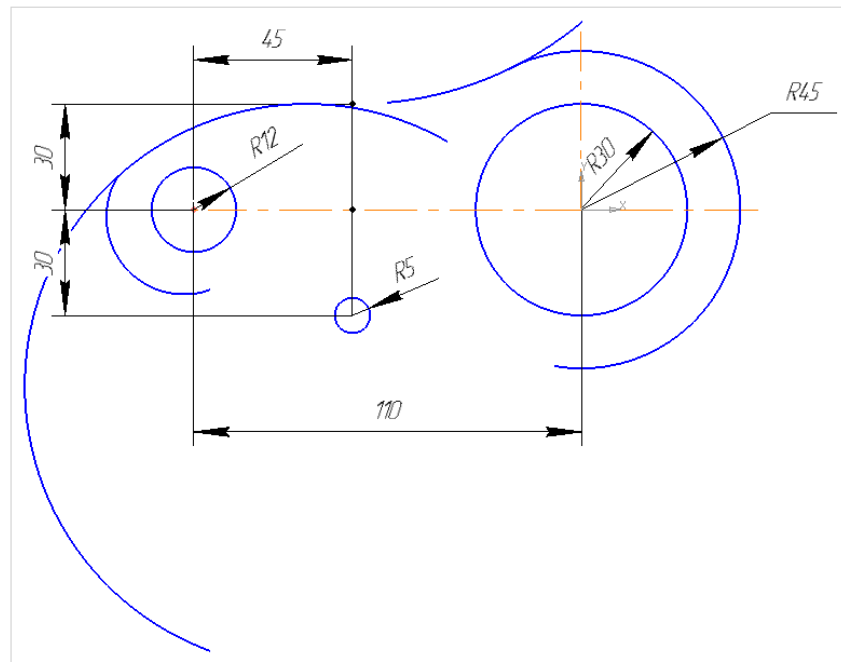

Рис. 4.8
7. Будуємо дуги радіусами 100мм, 80мм та 22 мм відповідно (рис. 4.8).